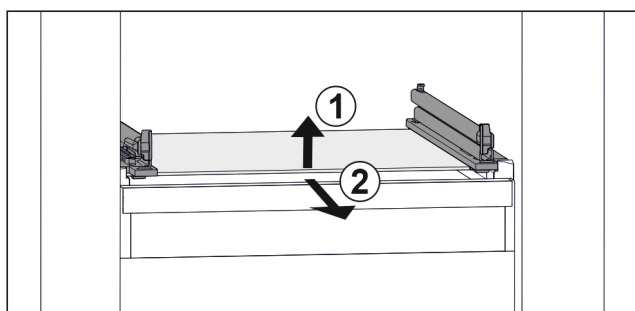

Fig. 140 Klaasplaadi näitlik kujutus
- ▶ Tõstke klaasplaat eest üles. Fig. 140 (1)
- ▶ Võtke klaasplaat ettepoole välja. Fig. 140 (2)